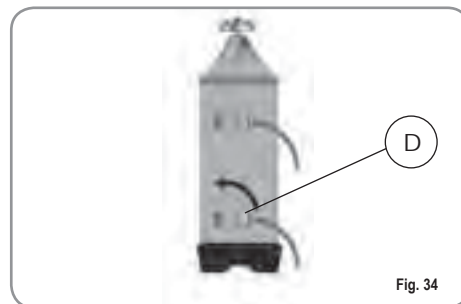

Fig. 34
- 3) Riportare quindi la leva D verso sinistra (Fig. 34).